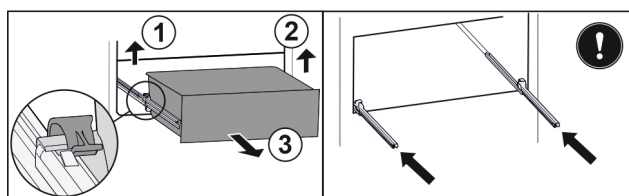

Fig. 127
- ▶ Zvedněte levou svorku a současně vytáhněte zásuvku vlevo dopředu. Fig. 127 (1)
- ▶ Zvedněte pravou svorku a současně vytáhněte zásuvku vpravo dopředu. Fig. 127 (2)
- ▶ Vyjměte zásuvku dopředu. Fig. 127 (3)